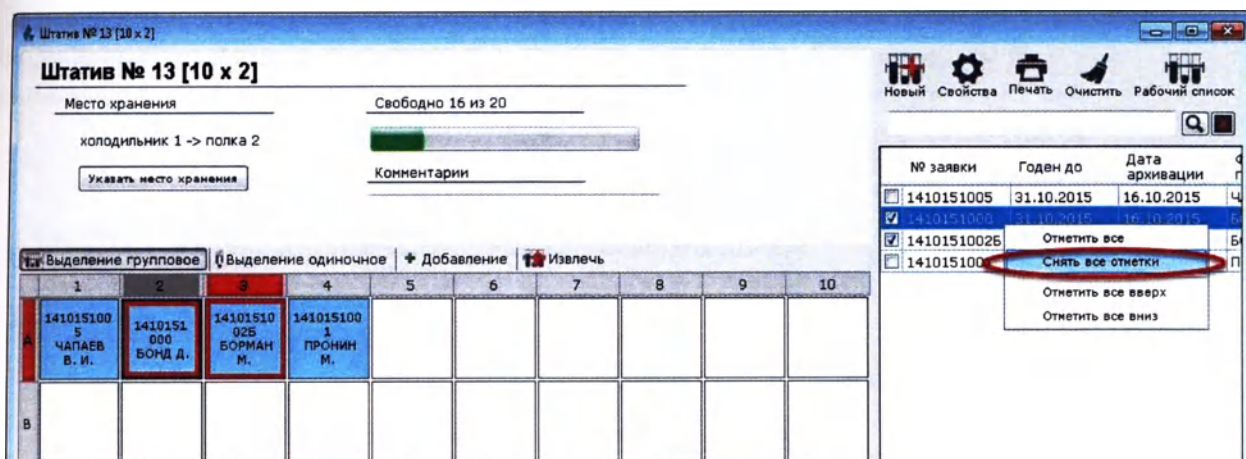

Рисунок 13.33
2. Выберите запись в списке пробирок, щелкните по ней правой кнопкой мыши и в контекстном меню выберите действие в зависимости от ситуации (Рисунок 13.33):